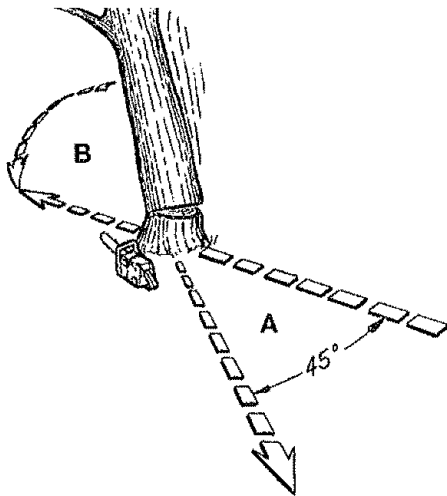

Fig. 12
ADVERTENCIA: Debe planearse una ruta de escape (A) antes de iniciar el corte. La ruta de escape debe establecerse hacia atrás y diagonalmente a la línea de caída esperada, como ilustra la Fig. 12.
ADVERTENCIA: A medida que el corte de caída se acerca a la bisagra, el árbol empezará a caer. Cuando eso suceda, retire la sierra del corte, pare el motor, póngala en el suelo y retírese por el camino de retirada (A). (Fig. 12)